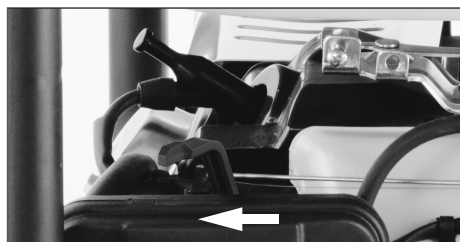

рис. 8
8. Поставьте рычаг привода воздушной заслонки в положение «Закрыто» (рис. 8).